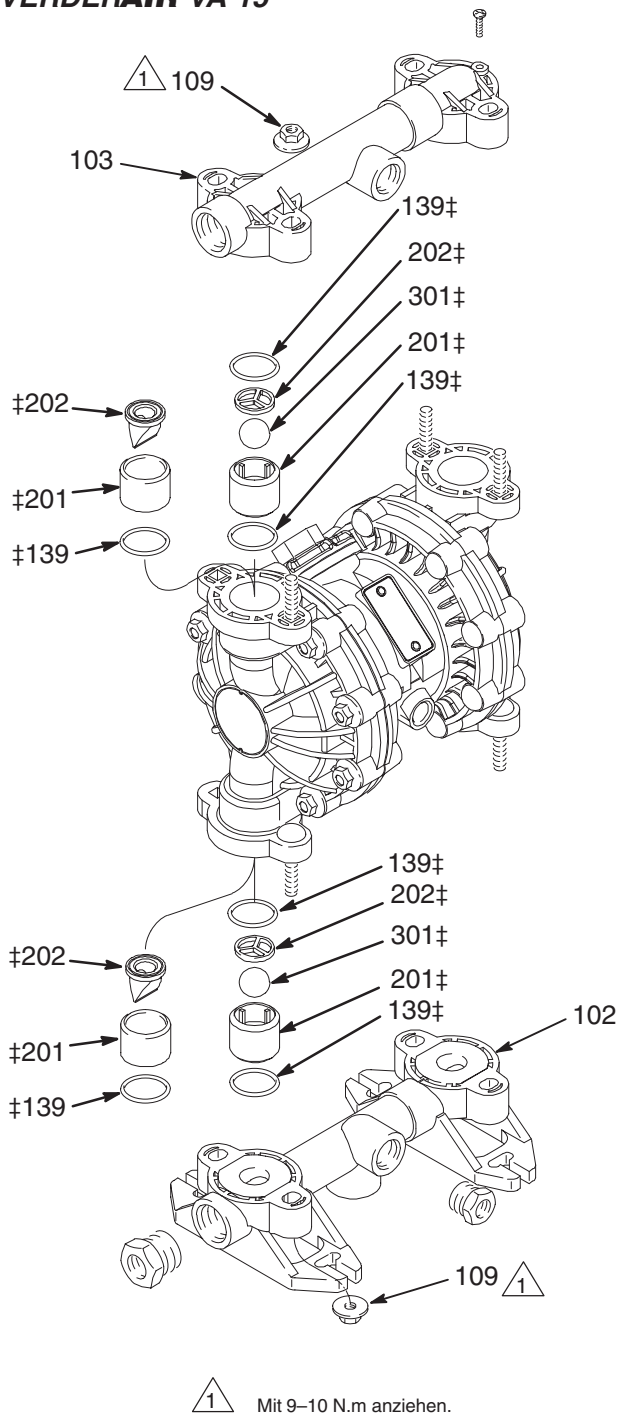
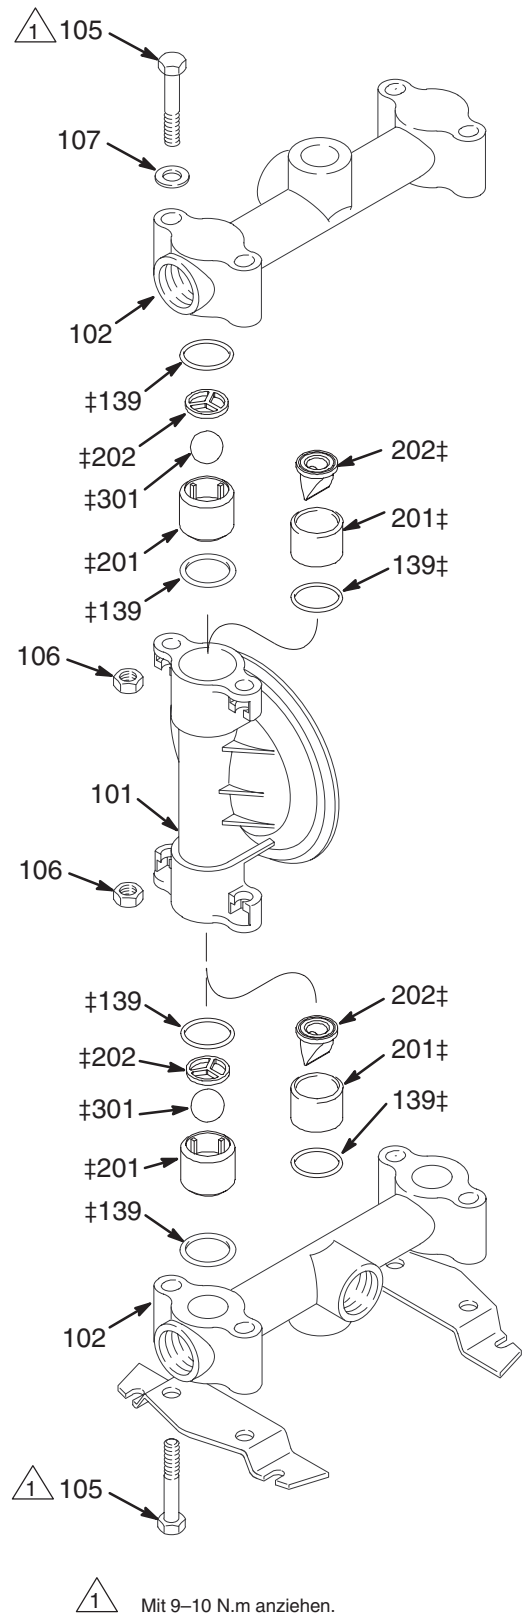

Abb. 7
Abb. 8
**HINWEIS:** Ein Flüssigkeitsgehäuse-Reparatursatz ist verfügbar. Zur Bestellung des für die jeweilige Pumpe richtigen Satzes siehe Seite 22. Die im Satz enthaltenen Teile sind in Abb. 7 und Abb. 8 sowie in den Teilezeichnungen und Teilelisten mit einem Doppelkreuz (‡) gekennzeichnet. Allzweckfett 819.0184 und Klebstoff 819.9741 sind im Satz enthalten.
3. Alle Teile entfernen, die in Abb. 7 und Abb. 8 mit einem Kreuz (‡) gekennzeichnet sind.
**HINWEIS:** Die Verteilermuttern (109) oder Bolzen (105) mit 9 bis 10 N.m anziehen.
2. Die Verteiler (102 und 103) und die Materialabdeckungen (101) abnehmen.
**HINWEIS:** Die Rückschlagventile dürfen dabei nicht entfernt werden. Siehe Abb. 7 auf Seite 15.
3. Eine der materialseitigen Membranplatten (105) entfernen (welche sich auch immer mit Hilfe eines Schraubenschlüssels zuerst löst) und die Membranwelle aus dem Mittelgehäuse (11) ziehen.
4. Einen Schlüssel auf die Schlüsselfläche der Membranwelle (15) ansetzen, um die andere materialseitige Membranplatte (105) von der Membranwelle abzuschrauben.
5. Die Schrauben (106) entfernen, die linke (114) und rechte (113) Luftabdeckung entfernen und alle alten Dichtungen (12) von den Enden des Mittelgehäuses (11) und den Oberflächen der Luftabdeckungen entfernen.
6. Die U-Dichtungen (16) und die O-Ringe (1) der Stifte entfernen.
**HINWEIS:** Die Worte "AIR SIDE" an der Membran (401) und die flache Seite der luftseitigen Membranplatte (6) müssen zur Membranwelle (15) gerichtet sein.
6. Fett auf die Membranwelle (15) auftragen und die Membranwelle (15) vorsichtig (um nicht die U-Dichtungen der Welle zu beschädigen) durch die Bohrung des Mittelgehäuses (11) führen.
7. Den Schritt 5 für das andere Ende der Membranwelle (15) wiederholen und die flüssigkeitsseitigen Membranplatten (105) mit 9 bis 10 N.m bei höchsten 100 U/Min. anziehen.
8. Den Schalldämpfer (3) einbauen.
9. Sicherstellen, daß alle Rückschlagventilteile eingebaut sind. Siehe Abb. 7 auf Seite 15.
10. Die Materialabdeckungen (101) und Verteiler (102 und 103) wieder einbauen und die Muttern (109) für Materialabdeckungen und Verteiler mit 9 bis 10 N.m anziehen.
2. Die Verteiler (102) und die Materialabdeckungen (101) abnehmen.
**HINWEIS:** Die Rückschlagventile dürfen dabei nicht entfernt werden. Siehe Abb. 8 auf Seite 15.
3. Den Erdungstreifen von den V-Klammern (109) abnehmen und die V-Klammern entfernen.
4. Eine der materialseitigen Membranplatten (133) entfernen (welche sich auch immer mit Hilfe eines Schraubenschlüssels zuerst löst) und die Membranwelle aus dem Mittelgehäuse (11) ziehen.
5. Einen Schlüssel auf die Schlüsselfläche der Membranwelle (15) ansetzen, um die andere materialseitige Membranplatte (133) von der Membranwelle abzuschrauben.
6. Die Schrauben (141) und Luftabdeckungen (136) entfernen, und alle alten Dichtungen (12) von den Enden des Mittelgehäuses (11) und den Oberflächen der Luftabdeckungen entfernen.
7. Die U-Dichtungen (16) und die O-Ringe (1) der Stifte entfernen.
9. Einen dünnen Schmiermittelfilm auf die Innenseite der V-Klammern (109) auftragen.
10. Die Materialabdeckungen (101) auflegen, die V-Klammern (109) rund um die Material- und Luftabdeckungen einbauen, den Erdungstreifen an der V-Klammer installieren und die Muttern der V-Klammer mit 9 bis 10 N.m festziehen.
11. Sicherstellen, daß alle Rückschlagventilteile eingebaut sind. Siehe Abb. 8 auf Seite 15.
12. Die Verteiler (102) einbauen und die Verteilerbolzen (105) mit 9 bis 10 N.m anziehen.